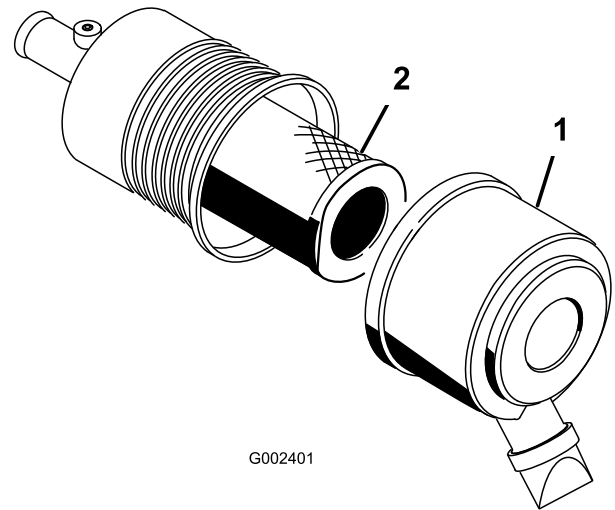

Figura 44
1. Liberte os trincos do filtro de ar e puxe a tampa para fora do corpo do filtro (Figura 44).
3. Deslize suavemente o filtro principal para fora do corpo do filtro (Figura 44).
6. Se estiver a substituir o filtro de segurança, faça deslizar cuidadosamente o novo filtro para o corpo do filtro (Figura 44).
7. Deslize cuidadosamente o filtro principal sobre o filtro de segurança (Figura 44).
8. Instale a tampa do filtro de ar com o lado virado para cima e prenda os trincos (Figura 44).